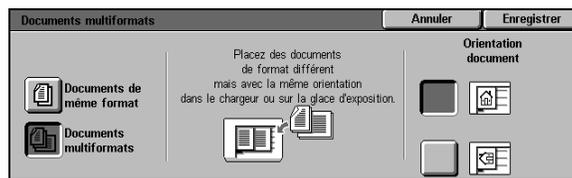

Figure 35 : Écran Documents multiformats avec option Format différent sélectionnée
- Dans le cas contraire, appuyez sur **Format différent** (voir la figure 35).